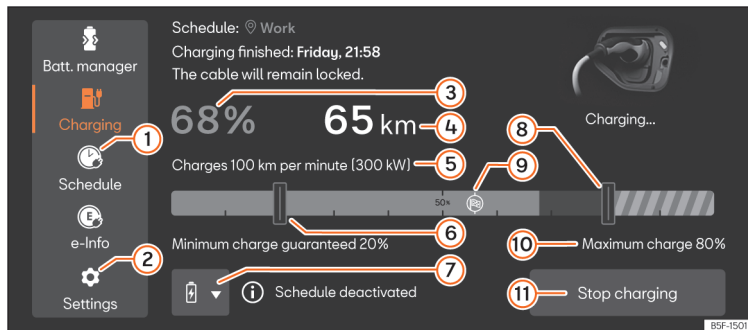

Fig. 64 În sistemul Infotainment: Meniul principal Încărcare.
2. Apăsați butonul  **2** >>> **fig. 64.**